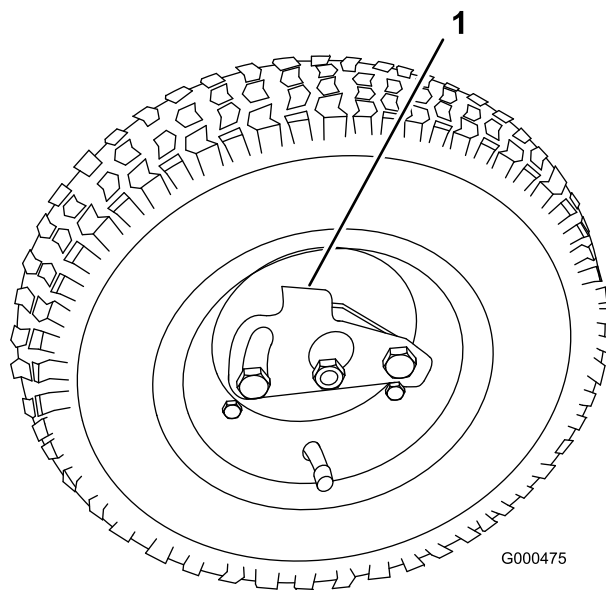

図 8
2. 車輪についているロッククリップが車軸に掛かるようにして車輪を六角シャフトに通す 図 8。